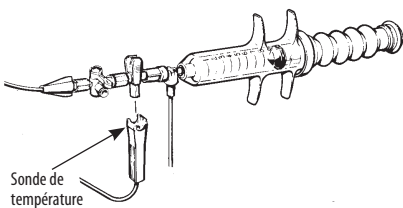

Figure 5. Sonde de température et dispositif intermédiaire
- Insérer la sonde de température de solution d'injection dans la valve unidirectionnelle/le clapet anti-retour jusqu'à ce qu'elle s'enclenche (Figure 5). Fixer le système de manière à minimiser les mouvements par rapport au patient.